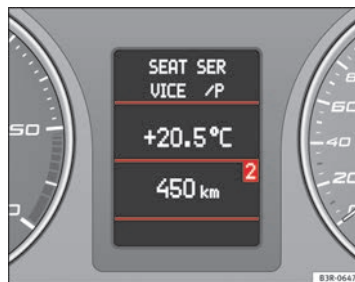

Abb. 66 Fahrerinformationssystem
- Mehrmaliges Drücken der **MODE**-Taste **B** wechselt zwischen den Betriebsarten und zeigt diese im Fahrerinformationssystem an ⇒ Abb. 66.